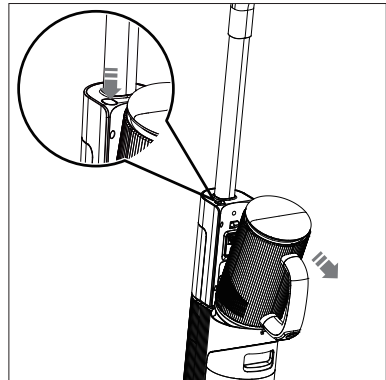

Afb. 20 – Leiding reinigen
- ▶ Reinig de vuilwaterleiding naar de reinigingsvoet met de meegeleverde reinigingsborstel (zie Afb. 20).